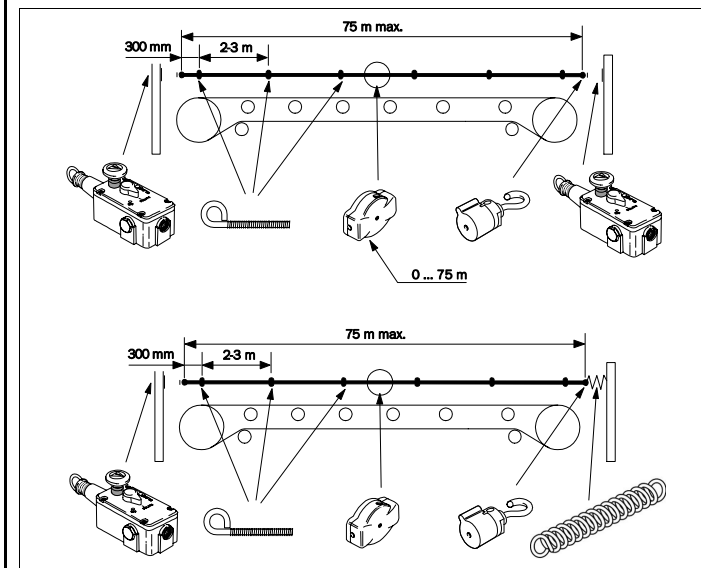

Fig. 2: montaggio tipico
L'impiego di un interruttore a fune in combinazione di una molla a trazione, o di due interruttori a fune, è consentito fino a un'estensione massima della fune di 75 m (Fig. 2). La scelta giusta avviene in funzione della valutazione dei rischi. La valutazione dei rischi dovrà considerare la probabilità che la fune tesa possa essere bloccata inaspettatamente lungo l'intera campata!
- Predisporre la fune di azionamento (vedere Fig. 2).